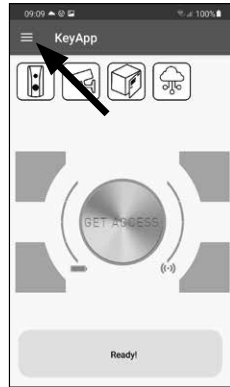

Abb. 45
- 1 Öffnen Sie das Hauptmenü (Abb. 45).